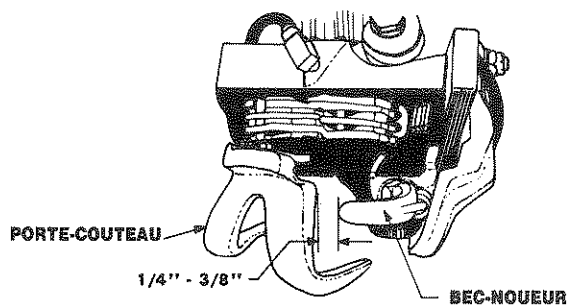

Fig. 27
2. Le porte-couteau doit dépasser l'extrémité du bec-noueur de $\frac{1}{4}$ " à $\frac{3}{8}$ " (6,4 à 9,5 mm) lorsqu'il est dans sa position extrême, Fig. 27. La correction de l'ajustage du porte-couteau se fait en le remplaçant. NOTE: Sur les lieurs avec un re-teneur de ficelle à ressort, la distance va de $\frac{3}{4}$ " à $\frac{7}{8}$ " (19 à 22 mm).